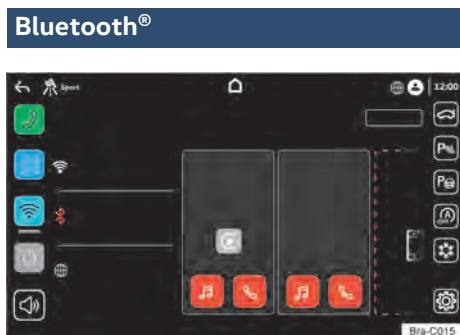

Fig. 112 Conectar vía Bluetooth.
- *Dependiendo de la versión de la radio*, se pueden conectar 2 dispositivos simultáneamente. Para establecer la función del dispositivo, seleccione la tecla teléfono para usar las funciones del teléfono y seleccione la tecla medios para usar las funciones de medios → fig. 112.